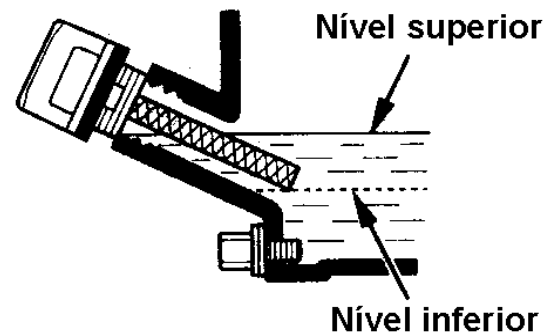

Figura 4a
- Tirar a tampa (4/1) da entrada do óleo e checar o nível do óleo (veja Figura 4a).